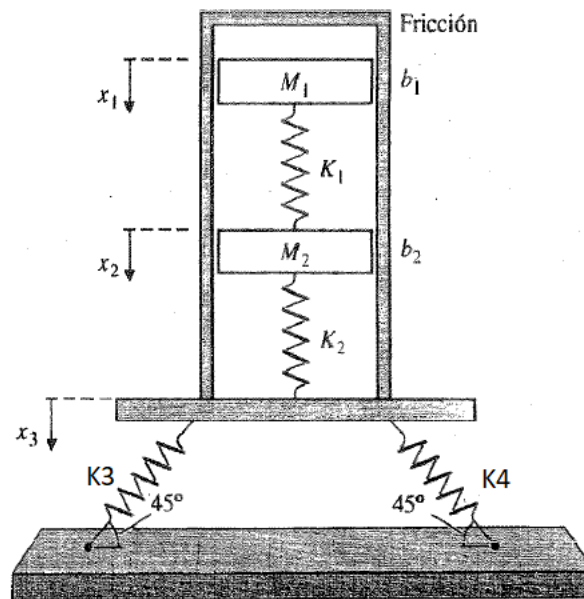

Figura 1: Sistema mecánico traslacional
- Para los sistemas presentados desde la Figura 1 hasta la Figura 10 plantear por Newton-Euler los modelos matemáticos que representen la dinámica de los sistemas.
- Para los sistemas presentados en la Figura 1 y la Figura 9, plantear por Euler-Lagrange los modelos matemáticos que representen la dinámica de los sistemas.